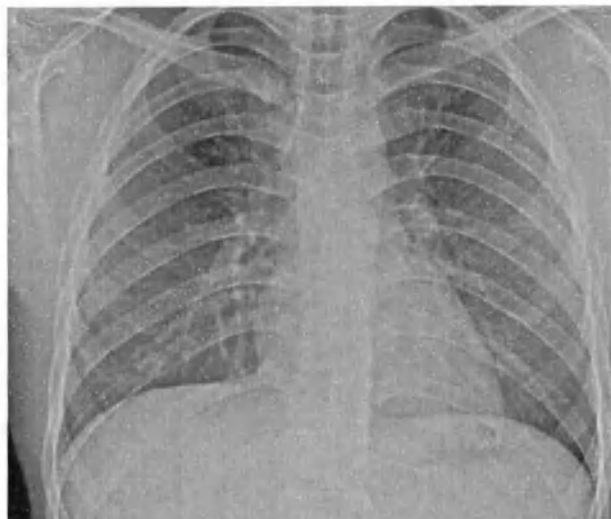

Рис. 122 Индекс Мура
- На изображении появится графическая конструкция (Рис. 122 Индекс Мура), состоящая из двух параллельных линий и линии перпендикуляра;